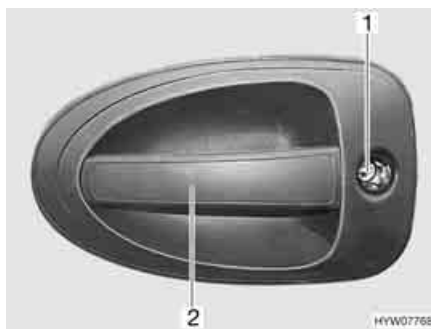

Fig. 40 Serratura della porta conducente, lato esterno
- Inserire la chiave nel cilindro della serratura (Fig. 40,1) e ruotare fino a quando la serratura della porta si sblocca.
- Tirare la maniglia della porta (Fig. 40,2). La porta è aperta.
- Inserire la chiave nel cilindro della serratura (Fig. 40,1) e ruotare fino a quando la serratura della porta si blocca.